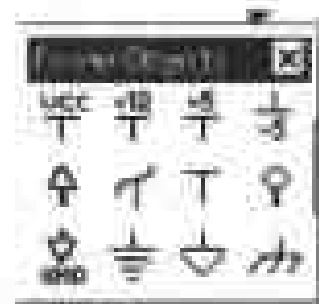
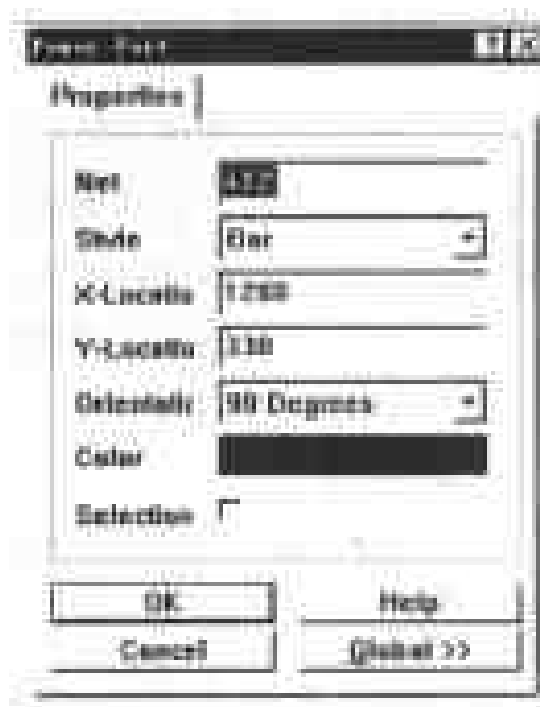

图 2-38 Power Objects 工具条
图 2-39 电源和接地符号
(1) 启动 Power Objects 工具条, 可执行菜单命令 View/Toolbars/Power Objects, 工具条如图 2-38 所示。
(2) 用鼠标单击工具条上需要设置的电源或接地符号, 此时光标变成十字形状, 在适当位置单击鼠标左键, 则完成设置。
(3) 在设置时可像设置元件时一样, 用 Space 键、X 键、Y 键对电源或接地符号进行旋转操作。
(4) 在放置过程中可按 Tab 键来对其进行属性编辑, 显示如图 2-39 所示的对话框。
在放置好后若要编辑电源和接地符号属性, 则可用鼠标双击该电源或接地符号, 就可出现如图 2-39 所示的对话框。